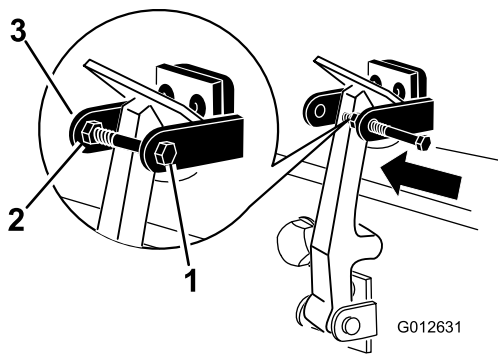

Figure 18
7. Vissez le boulon dans l'autre bras du support de loquet pour bloquer le loquet en position (Figure 18).